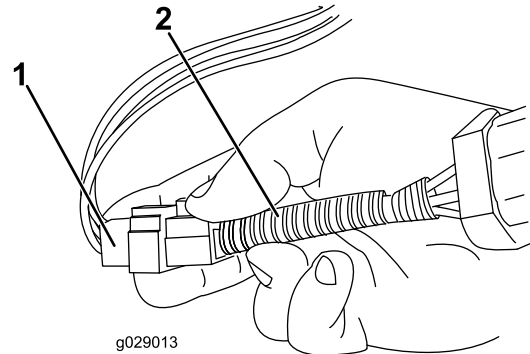

Bild 12
4. Schließen Sie den Überbrückungskabelbaum am Anschluss der elektromagnetischen Kraftstoffsperre an (Bild 12).